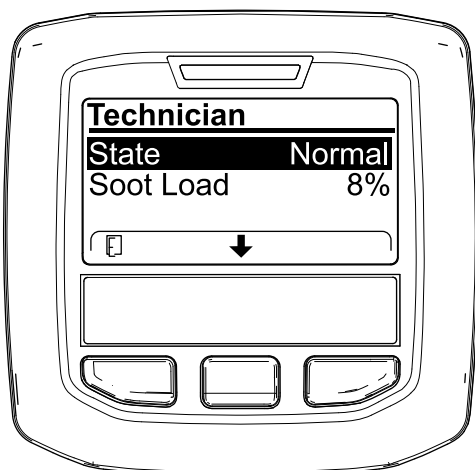

Bild 35
- Lesen Sie in der Tabelle für den Dieselpartikelfilter-Betrieb den aktuellen Zustand des Dieselpartikelfilter-Betriebs nach (Bild 35).